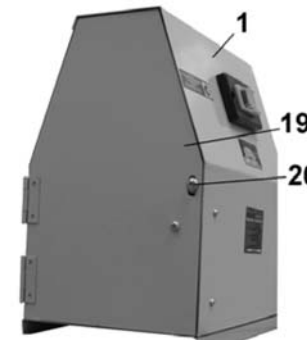

Рис. 4
8.1 Контроль, замена и регулировка натяжения ремня привода (рис. 4, 5)
8.2. Регулировка частоты вращения шпинделя передней бабки (рис. 4, 5, 6).